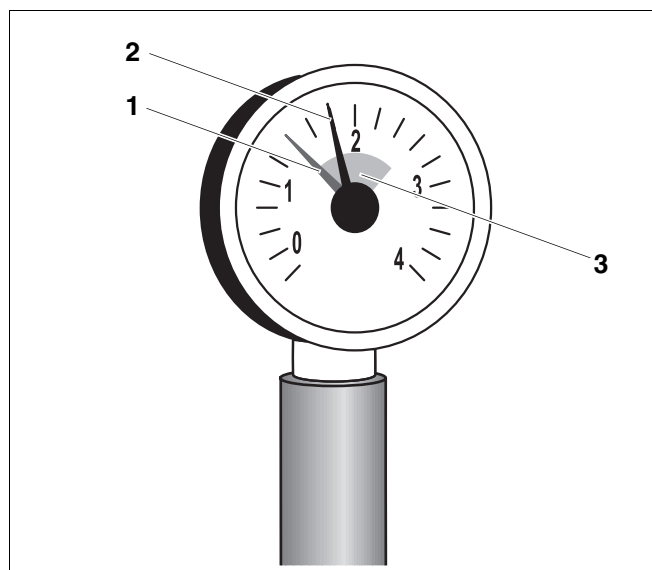

Рис. 5 Манометр для закрытых установок
У закрытых установок стрелка манометра (рис. 5, поз. 2) должна находиться в зеленой зоне (рис. 5, поз. 3). Красная стрелка манометра (рис. 5, поз. 1) должна быть установлена на требуемое давление.
- Если стрелка манометра (рис. 5, поз. 2) не доходит до зеленой зоны (рис. 5, поз. 3), то давление воды слишком низкое. В этом случае долийте воду в отопительную установку (см. глава 3 "Вода для заполнения и подпитки", стр. 7).